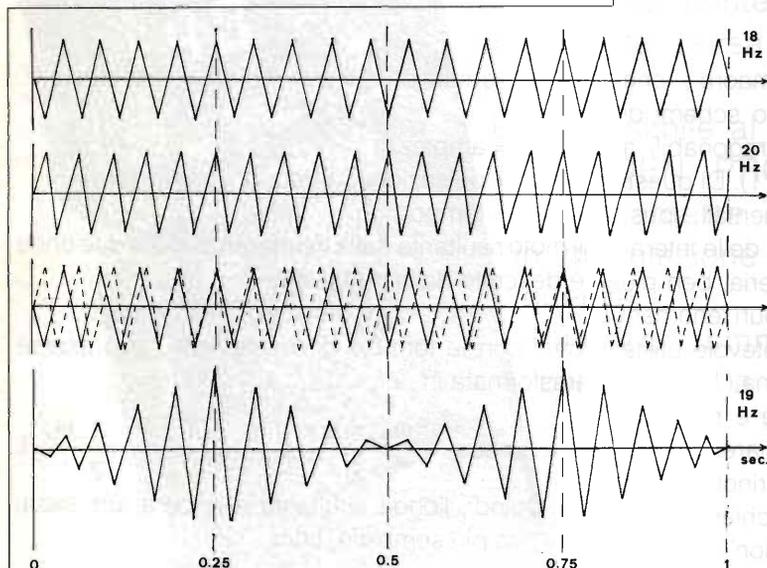

figura 1
In questo periodismo consiste appunto il FB. È intuitivo che il FB tende ad estinguersi man mano che le ν delle onde primarie tendono a coincidere (per cui i fusi diventano sempre meno numerosi e di più lunga durata) o a distanziarsi (con opposte modificazioni del periodismo) (figura 1) (2).
figura 1 b